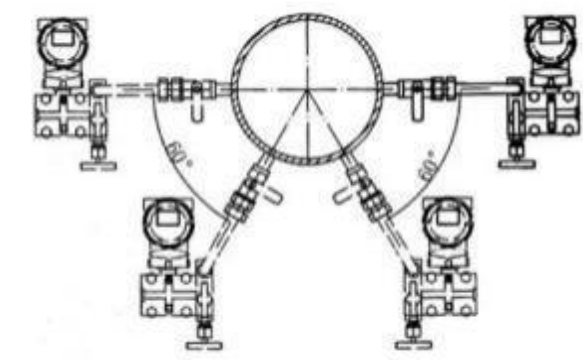

图 4：液体流量测量水平管道安装图
- ① 如图 4 和 5 所示：测量液体和水蒸汽介质流量时，取压管口最佳安装角度为 0°和 180°；如果在 0°和 180°不可能安装时，可在 0°~60°和 120°~180°范围内选择。但差压变送器必须垂直安装在三阀组的垂直端面上。